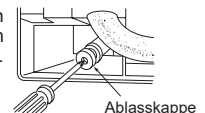

Abbildung 3
- Wenn der mit dem Innengerät mitgelieferte Ablaufschlauch zu kurz ist, verbinden Sie ihn mit einem beim Installationsfachmann erhältlichen Ablaufschlauch (I). (Abbildung 3)
- 4) Bringen Sie die Ablasskappe in dem Bereich an der Rückseite des Innengerätes an, an dem der Ablaufschlauch angeschlossen werden soll. (Abbildung 3)
- Entfernen Sie sorgfältig alle Grate vom abgeschnittenen Rohrquerschnitt. (Abbildung 3)